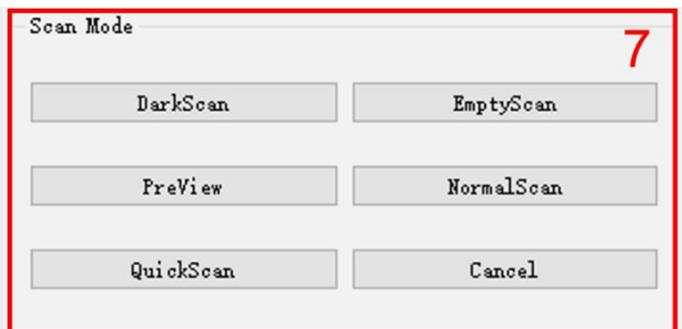
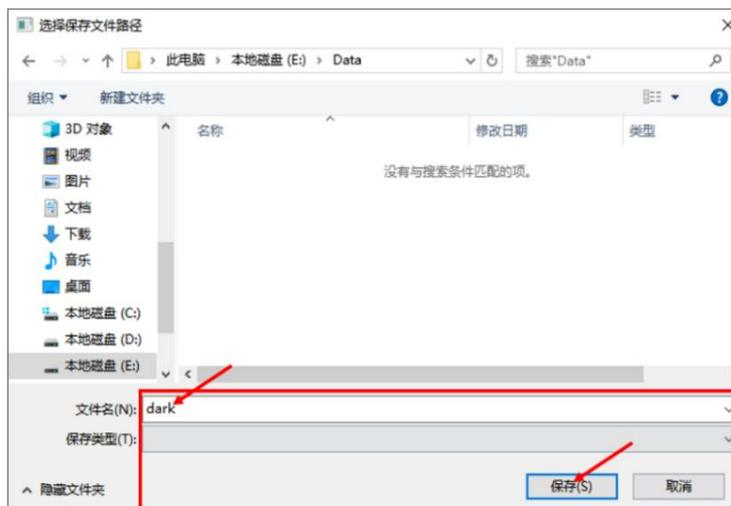

图 3.3.7 模块 7 中 DarkScan 按钮
图 3.3.9 选择文件保存路径
- (4).点击模块 7 中的 DarkScan 按钮(如图 3.3.7 所示), 选择取消(如图 3.3.9 所示), 即会弹出另一个界面, 然后选择保存并选择暗场文件的保存路径(如图 3.3.10 所示), 即开始进行采集。